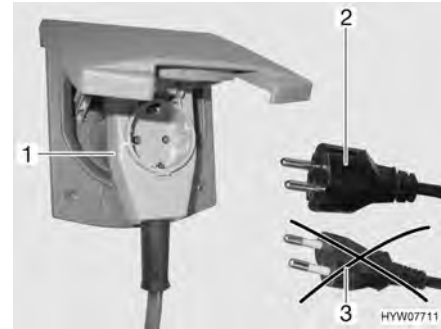

Fig. 103 Conexión a un conector con salida lateral del cable con caja de enchufe
- ▶ Al utilizar un acoplamiento acodado CEE 17, con caja de enchufe incorporada en el lado trasero (Fig. 103,1), emplear únicamente un conector IP 44 de goma impermeable, con contacto protector (Fig. 103,2). No utilizar conector sin contacto protector (Fig. 103,3). ¡Peligro de electrocución!